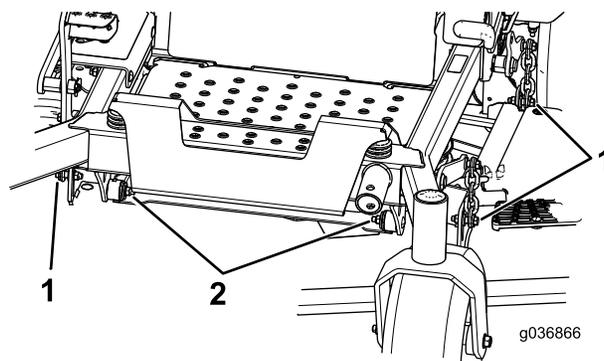

Рисунок 85
7. Вийміть болти та гайки з обох боків пристрою (Рисунок 85).